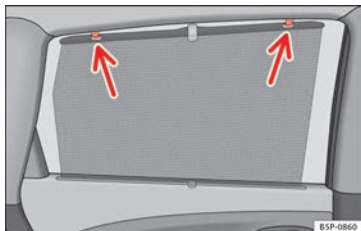

Fig. 68 Revestimento da porta atrás.
- Desenrole a cortina e engate-a nos ganchos situados na moldura superior da porta » **Fig. 68**.